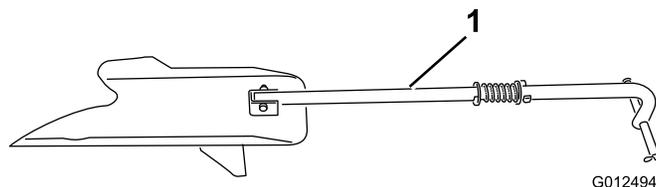
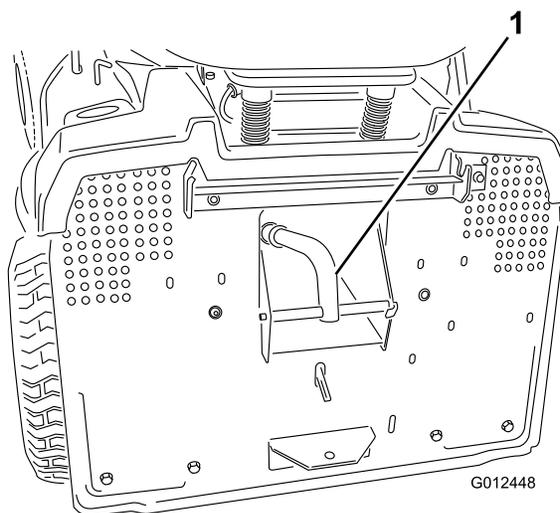

Figura 18
Figura 19
5. Introduzca el tapón de mulching (Figura 18) en el orificio de la parte trasera de la máquina, y engánchelo en el orificio del conducto de descarga (Figura 19).